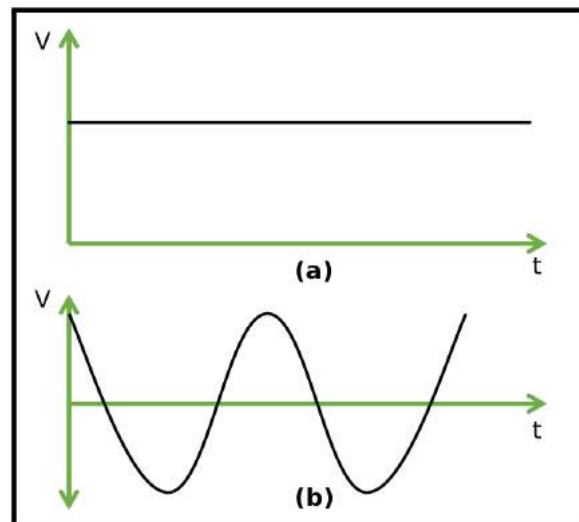

Figura 2: (a) Corrente contínua ao longo do tempo. (b) Corrente alternada ao longo do tempo.
Inicialmente a primeira tecnologia desenvolvida para a transmissão de energia elétrica foi a de corrente contínua (CC), porém, posteriormente a tecnologia de corrente alternada (CA) trouxe uma concorrência que culminou na famosa "*Guerra das Correntes*", pois uma disputa nos âmbitos tecnológicos, econômicos e políticos foi observada. Essa disputa foi estabelecida entre George Westinghouse (CA) e Thomas Edison (CC) que ocorreu nas duas últimas décadas do século XIX. Os dois tornaram-se adversários devido à campanha publicitária de Edison pela utilização da corrente contínua para distribuição de eletricidade, em contraposição à corrente alternada, defendida por Westinghouse e Nikola Tesla (desenvolvedor dessa tecnologia) [3]. Atualmente a corrente contínua possui poucas aplicações quando utilizada para transmissão de energia elétrica, porém ela é fundamental na vida e cotidiano das pessoas, pois a maior parte dos circuitos eletrônicos inseridos em diferentes dispositivos utilizam este tipo de corrente para seu funcionamento, como por exemplo, *smartphones*, *tablets*, computadores, televisores e acessórios de carros. Essa corrente possui como uma de suas importantes características o deslocamento dos elétrons de um ponto a outro em uma mesma direção, já a corrente alternada possui os elétrons se deslocamento em duas direções opostas [2]. O resultado destas correntes ao longo do tempo pode ser observada na figura 2.